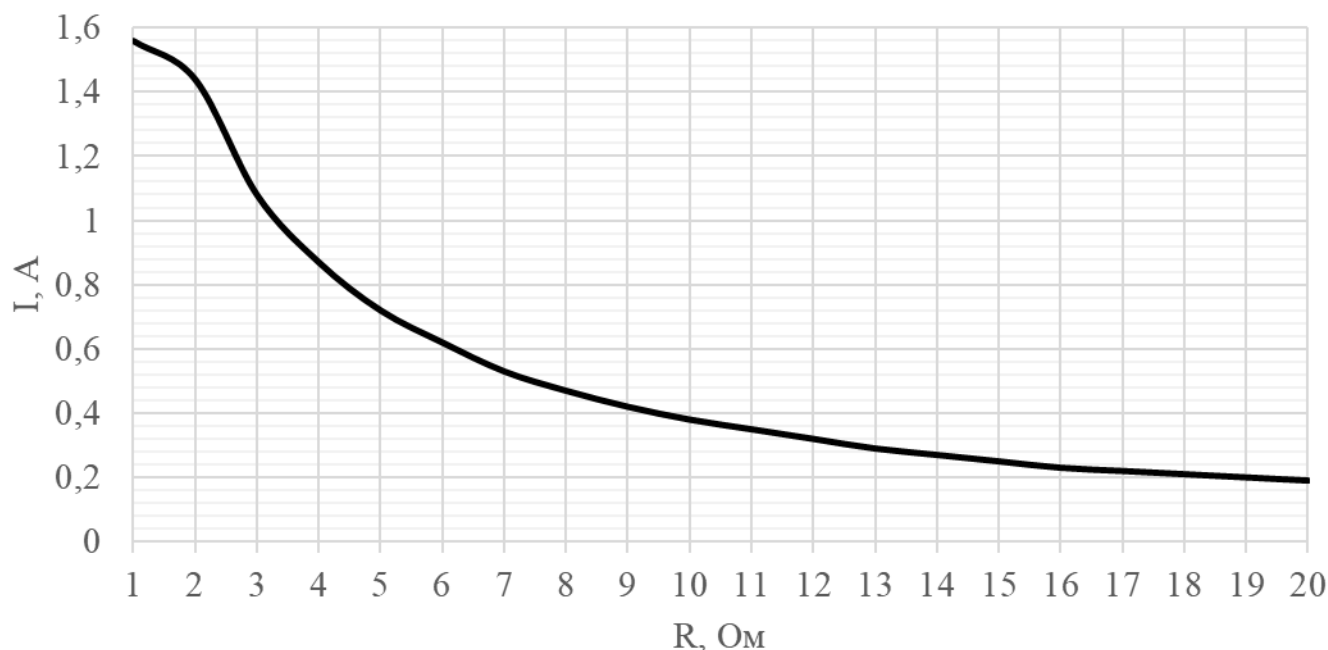

Рис. 2 – Зависимость тока пускового импульса от сопротивления пусковой цепи
3.3 Сила тока в пусковом импульсе определяется из графика на рис. 2 в зависимости от сопротивления пусковой цепи (реальные значения – не хуже указанных во всем диапазоне рабочих температур).